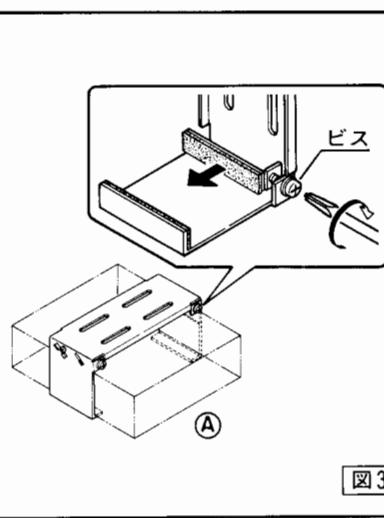

図3
③本機の後面パネルからの同軸ケーブル、および電源ケーブルと、アンテナからの同軸ケーブルおよび電源からの電源コード(付属の)を接続します。
④本機をモービルブラケットに図3Ⓐのように入れ、ドライバーで左右のビス2本を均一に締めつけると、本機が固定されます。